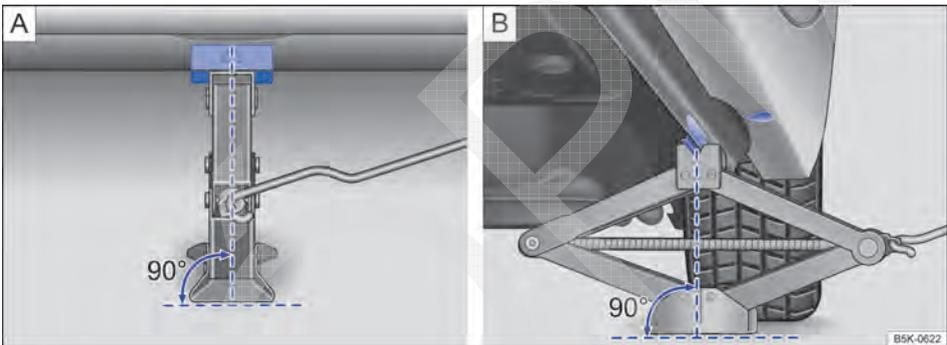

Fig. 234 Macaco posicionado no lado esquerdo traseiro do veículo.
- Garantir que a base do macaco, com toda sua superfície, esteja sobre o chão e que a base se encontre perpendicularmente abaixo do ponto de colocação → Fig. 234 A e B.
- Alinhar o macaco e, simultaneamente, levantar a garra do macaco até ela se encaixar na travessa debaixo do veículo → Fig. 234.
- Posicionar o macaco somente nos pontos indicados. A garra do macaco deve se encaixar no perfil da longarina de forma segura → Fig. 234.